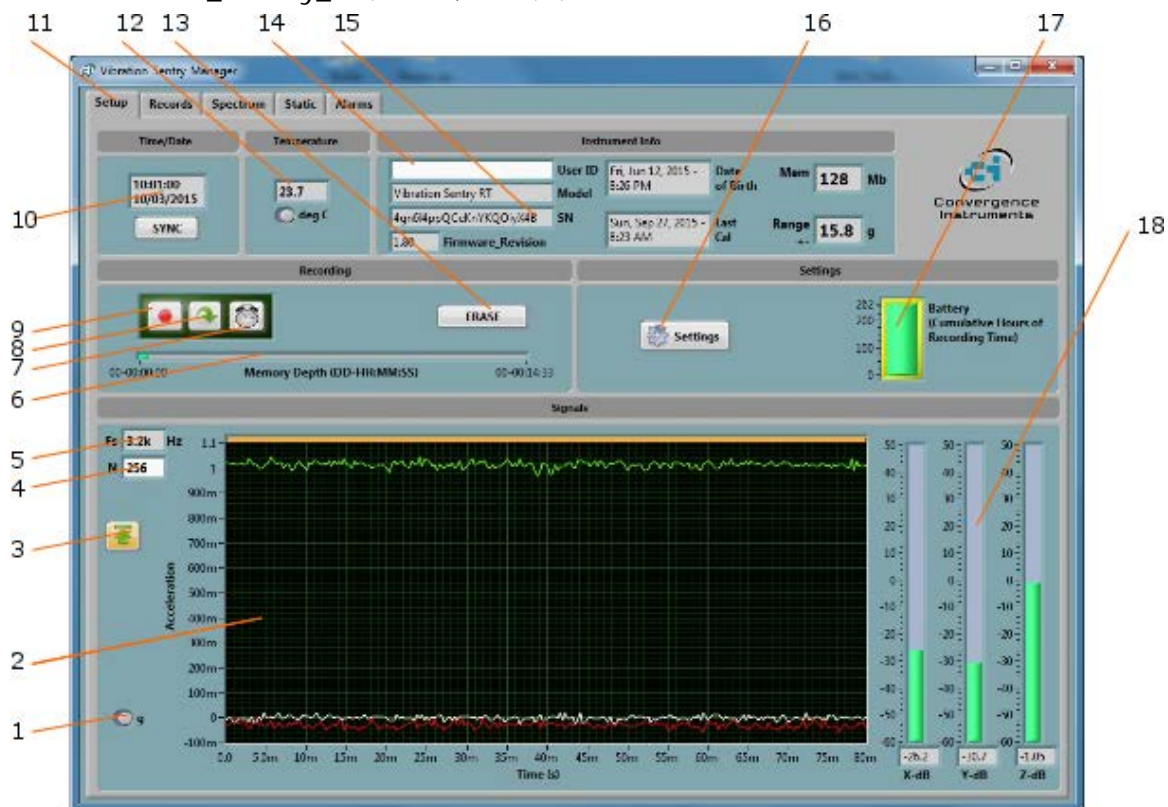

図 5 設定 Tab
4. 図5で説明したフロント・パネルが表示され、アプリケーションが機器に接続しようとし、それが計器を見つけることができなかった場合には見つかりませデバイスがないことを示します。このような場合は、トラブルシューティングのセクションを参照してください。順調な場合は、アプリケーションは振動センタリーRTとの通信をすぐに開始します。
- **セットアップTab:** 機器を設定し、リアルタイム測定をモニターするために使用( 図 5参照).
セットアップタブは図5に見られます。これは、6つのフィールドに分割されています。